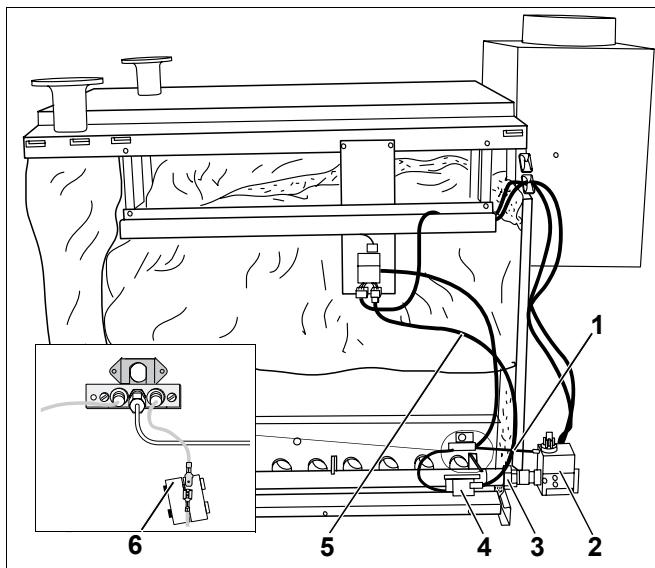

Рис. 16 Подготовка котла к чистке щетками
- Отсоединить кабель (рис. 16, поз. 5) на тактовом устройстве розжига (рис. 16, поз. 4).
- Снять контактный предохранитель (рис. 16, поз. 6) на контрольном кабеле и разъединить штекерное соединение.
- Снять трубку газа для розжига (рис. 16, поз. 1) со щитка горелки и с газовой арматуры (рис. 16, поз. 2).